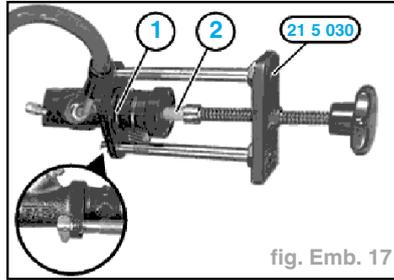

fig. Emb. 17
- Monter l'outil **21 5 030** sur le cylindre récepteur d'embrayage (1) et enfoncer avec l'aide de la broche la tige piston (2) à fond dans le cylindre récepteur. (fig. Emb. 17)
- Sortir un peu la tige de piston (2) du cylindre récepteur et la rentrer à nouveau.
- Sortir lentement la tige de piston (2) du cylindre récepteur (1) à l'aide de l'outil **21 5 030** et le déposer. (fig. Emb. 17)